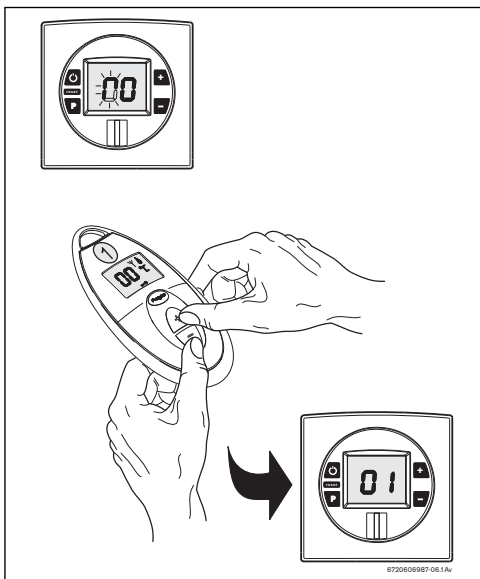

Fig. 33 Registo novo comando
- ▶ Segurar o comando em frente à caixa electrónica, pressionando simultaneamente as teclas e do comando (Fig. 33).